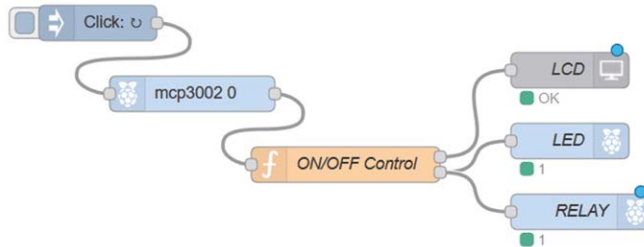

Figure 7.13 Programme de flux du projet
Programme de flux Node-RED : La figure 7.13 montre le programme de flux qui se compose de 6 nœuds : injecter nœud, un **Convertisseur A/D** nœud pour lire la température ambiante, un **fonction** le contrôleur ON/OFF, et un **LCD20x4 I2C** nœud pour afficher le point de consigne et les températures réelles, une **rpi gpioout** nœud connecté à la LED, et un autre **rpi gpio out** Le nœud est connecté au relais.
- Connecter tous les nœuds comme dans la figure 7.13 et cliquer **Déployer**. Le programme doit maintenant contrôler la température de la pièce, au besoin.